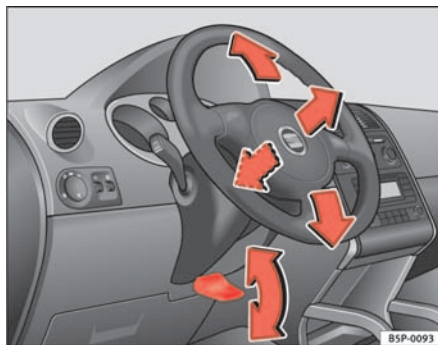

Fig. 89 Réglage de la position du volant de direction
- Basculez le levier $\Rightarrow$ fig. 89 situé sous la colonne de direction vers le bas $\Rightarrow$ ⚠.